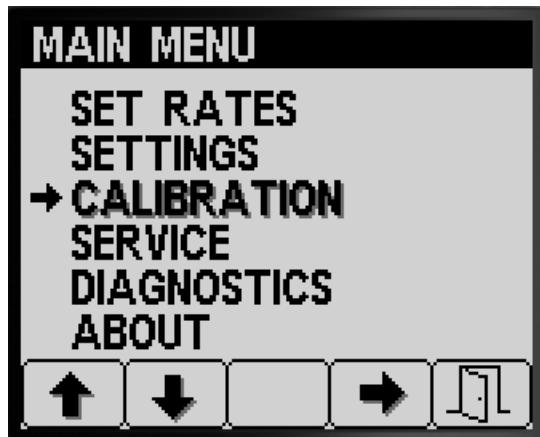

図 39
2. キャリブレーション画面へ行くには、メインメニューでボタン 1 または 2 を何度か押して CALIBRATION へ移動します図 39。
3. ボタン 4 を押してキャリブレーションのサブメニューを選択する図 39。